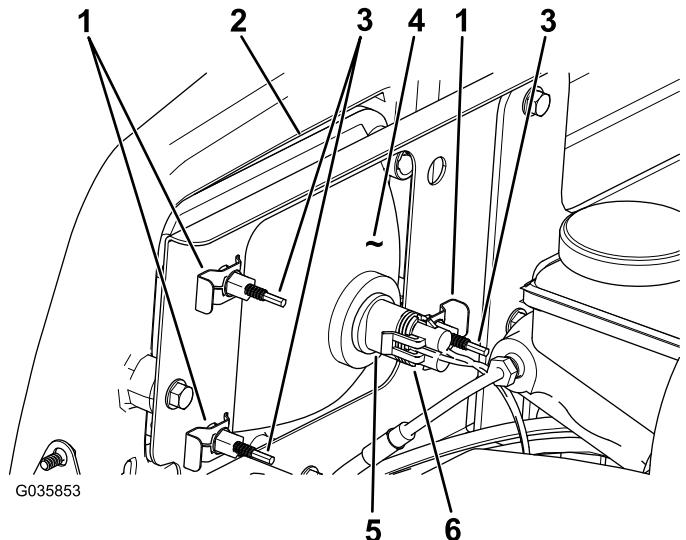

图 42
3. 将线束的电气接头与新灯总成的接头断开图 42。
4. 卸下将大灯固定至大灯支架上的快速夹图 42。
5. 将大灯总成从前保险杠的开口向前推出卸下大灯总成图 42。
6. 通过保险杠开口将新大灯装入图 42。
8. 将线束的电气接头与灯总成的接头连接图 42。
2. 在大灯总成背面旋转调节螺丝图 42 以转动大灯总成调整光束投射的位置。